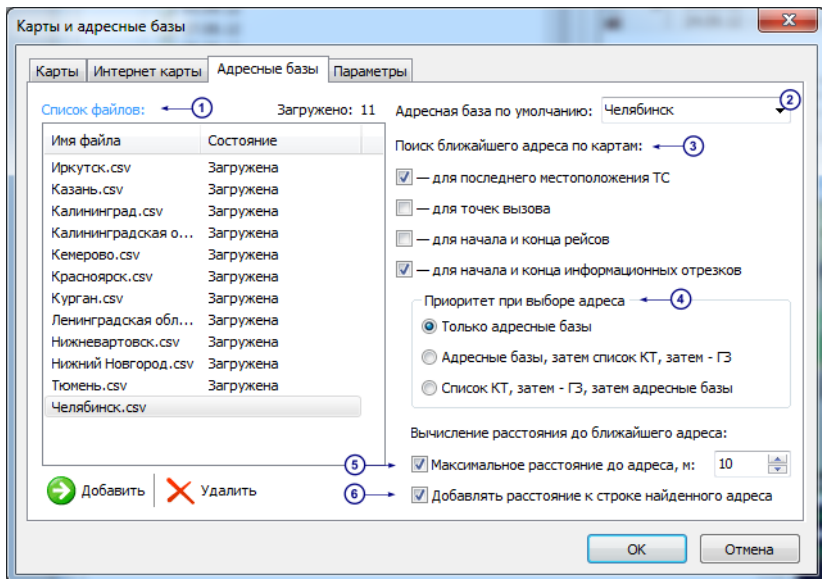

Рис.31 – Адресные базы.
- В появившемся окне выберите файл базы данных и нажмите кнопку **Ок**. Файл появится в списке (рис.31,п.1).
- Выберите **Адресную базу по умолчанию** (рис.31,п.2). При каждом запуске диспетчерской программы по умолчанию будет открываться эта база.
- В строке **Поиск ближайшего адреса по картам** (рис.31,п.3) выберите точки, адреса которых будут определяться по адресным базам:
- Установите **Приоритет при выборе адреса** (рис.31,п.4).
- Укажите **Максимальное расстояние до адреса** (рис.31,п.5), в метрах. Поиск ближайшего адреса будет осуществляться в радиусе равном максимальному расстоянию до адреса.
- Выберите **Добавлять расстояние к строке найденного адреса** (рис.31,п.6) для того чтобы вычислять и показывать расстояние от информационной точки до найденного ближайшего адреса.
2. **База** – открытая в программе база. В выпадающем списке вы можете выбрать нужную базу данных. При запуске диспетчерской программы автоматически открывается база, выбранная в настройках по умолчанию (рис.31,п.2).